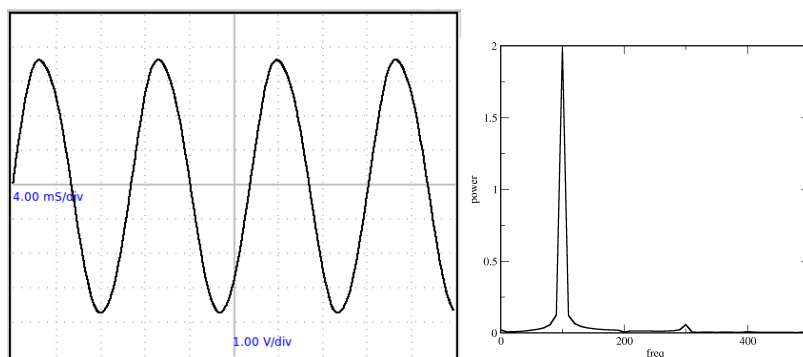

FIGURE 2.20 – (a) Signal sinusoïdal. (b) Sa transformée de Fourier.
- Le signal sinusoïdal et sa transformée de Fourier sont montrés dans la figure 2.20.